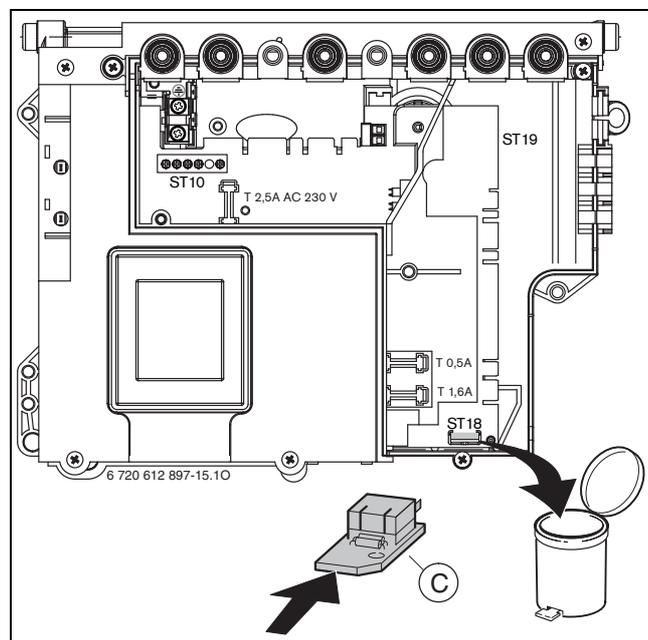

Fig. 38
- Cambiare la chiave di codifica (→ fig 38).